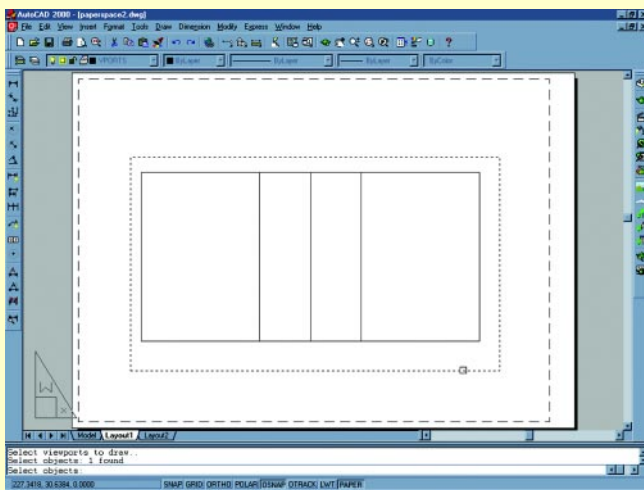

Figura 8 – Selecionando a borda.
*Select objects: (Clique na borda em torno da peça, figura 8, ela ficará pontilhada)*